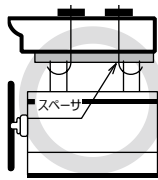

図 3
- ロ. スペースを敷く場合も、スペースが開閉器の受台に直接当たるよう取付けてください。（図3）